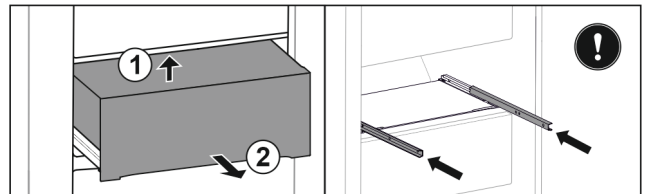

Fig. 49
- ▶ Schubfach von unten hinten anheben. Fig. 49 (1)
- ▶ Schubfach nach vorne entnehmen. Fig. 49 (2)